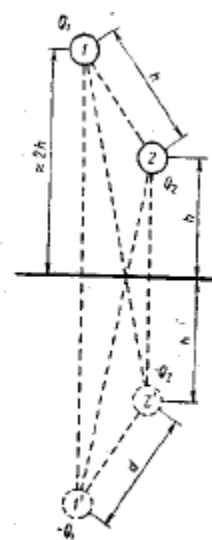

Рис. 13. Схема расположения проводов линии электропередачи
Задача 5. Под проводом линии электропередачи (1) (рис. 13) с напряжением 220 кВ подвешен надежно изолированный провод (2). Определить потенциал, наведенный на этом проводе, если радиусы проводов одинаковы и равны 10 мм , а расстояние между проводами (1–2) и проводом (2) и землей равно 3 м .
Задача 5. Под проводом линии электропередачи (1) (рис. 13) с напряжением 220 кВ подвешен надежно изолированный провод (2). Определить потенциал, наведенный на этом